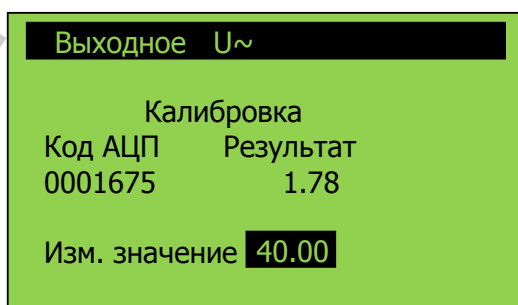

Рисунок 22 – Внешний вид окна «Выходное U~ / Калибровка»
3.5.4.9 Плавным вращением рукоятки регулятора напряжения по часовой стрелке установить по показаниям киловольтметра (PV1) значение напряжения на выходе Аппарата равное приведенному значению (мигающему) в окне «Входное U~/Калибровка» в строке «Изм. значение» (см. рисунок 22).